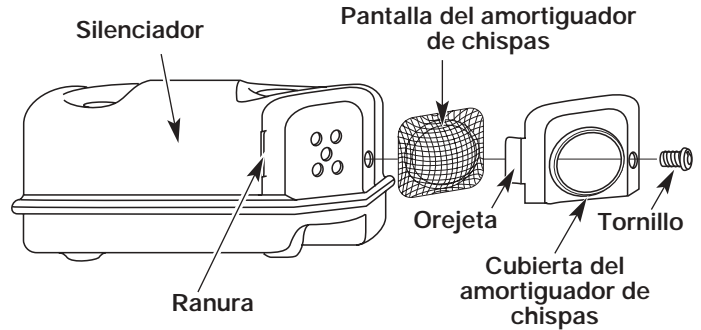

Fig. 34
2. Con un destornillador de vástago plano o broca Torx T20, saque el tornillo que conecta la cubierta del amortiguador de chispas al silenciador (Fig. 34).